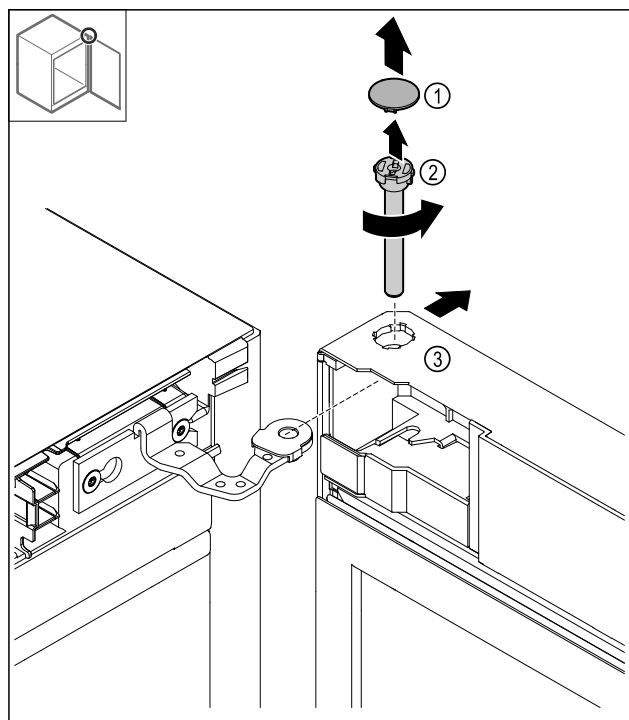

Fig. 18
- Снимите крышку Fig. 18 (1).
- Открутите палец Fig. 18 (2) против часовой стрелки и извлеките его.
- Немного отклоните дверь Fig. 18 (3).